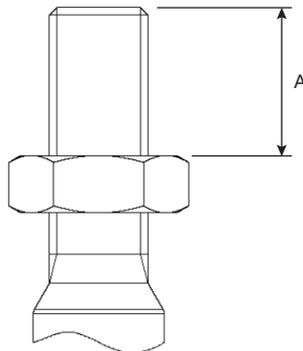

图4. 螺纹啮合
- 将阀杆锁紧螺母设置为相关阀门和执行器组合的正确螺纹啮合尺寸“A” (图4和表3至表5) 。